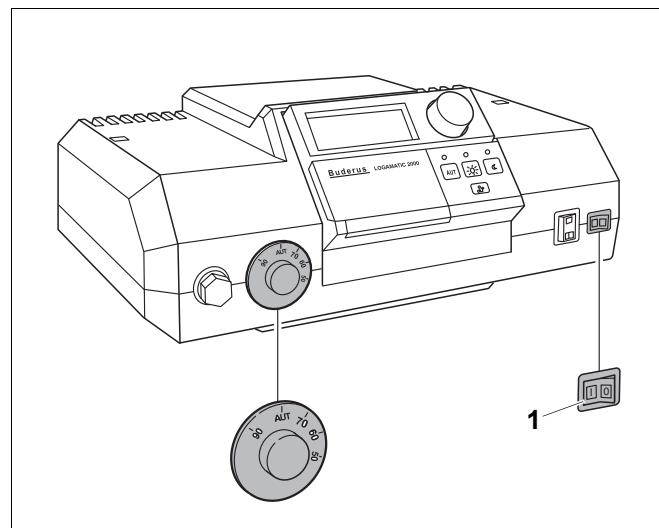
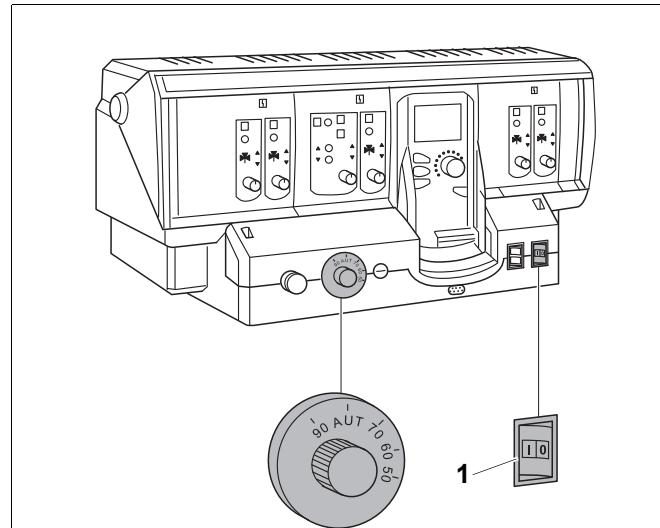

Рис. 36 Система управления Logamatic 2000
Рис. 37 Система управления Logamatic 4000
- Установить пусковой выключатель (Рис. 36, **поз. 1** или Рис. 37, **поз. 1**) в положение "0" (ВЫКЛ.).